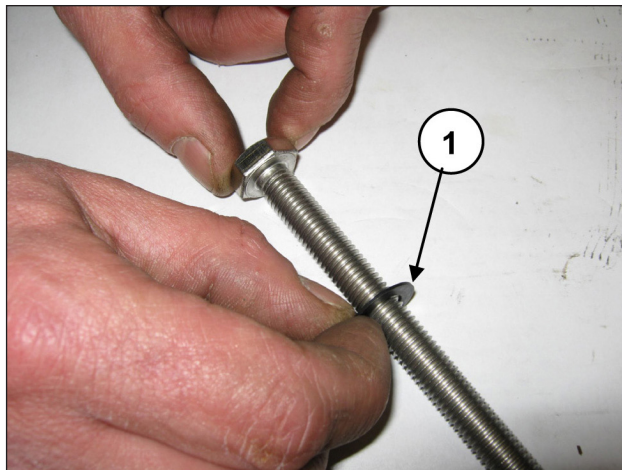

Fig. 176
Insira a arruela Ø10x18x0.9 no parafuso de fixação do pistão (pos. ①, Fig. 176).